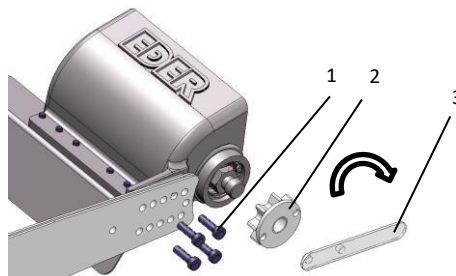

Abb. 2: Befestigung des Schälkopfes am Träger
- > Schrauben Sie den jeweiligen Kopf mit den 4 M6x20 Schrauben fest (**1** - Abb. 2). Kontrollieren Sie die Schrauben regelmäßig auf festen Sitz. Der jeweilige Kopf kann je nach Motorsägenmodell in verschiedenen Positionen angeschraubt werden. Die richtige
- > Schrauben Sie das Antriebsritzel auf das Gehäuse (2 – Abb.2) und ziehen Sie das Antriebsritzel mit dem Zapfenschlüssel (3 – Abb.2) fest.